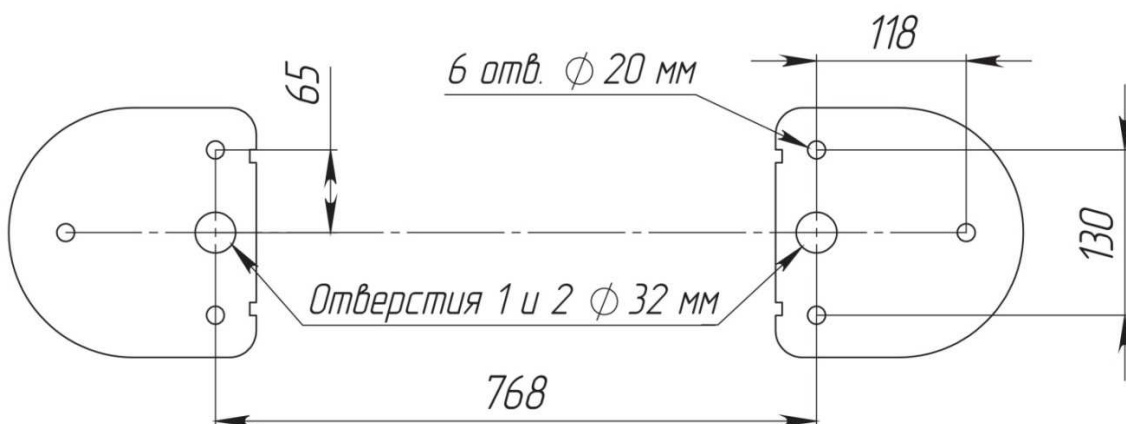
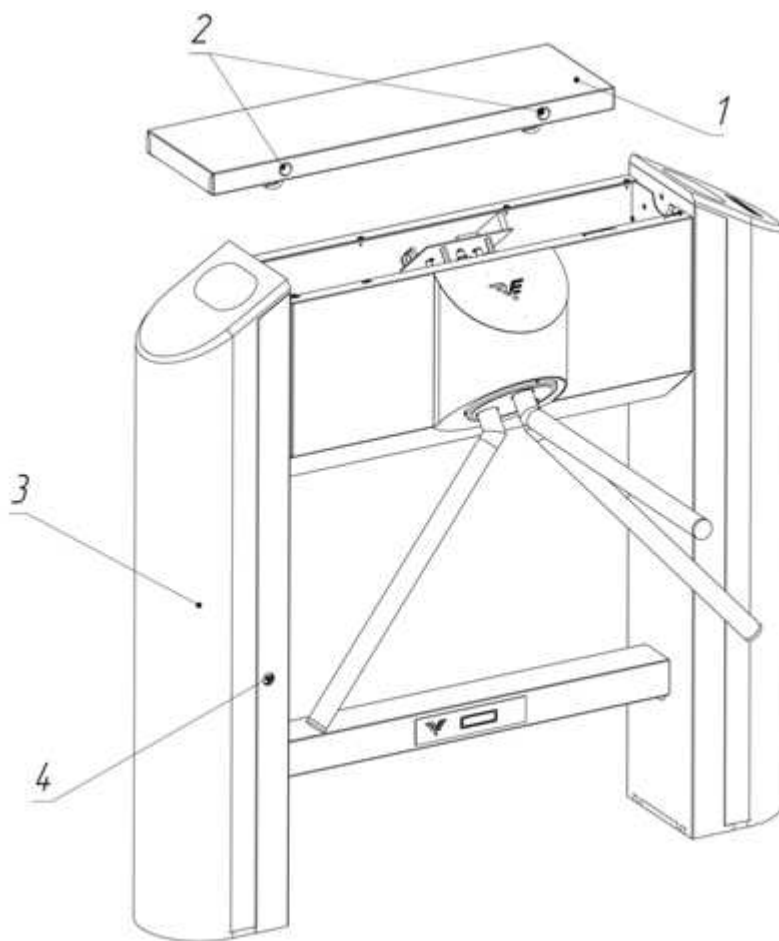
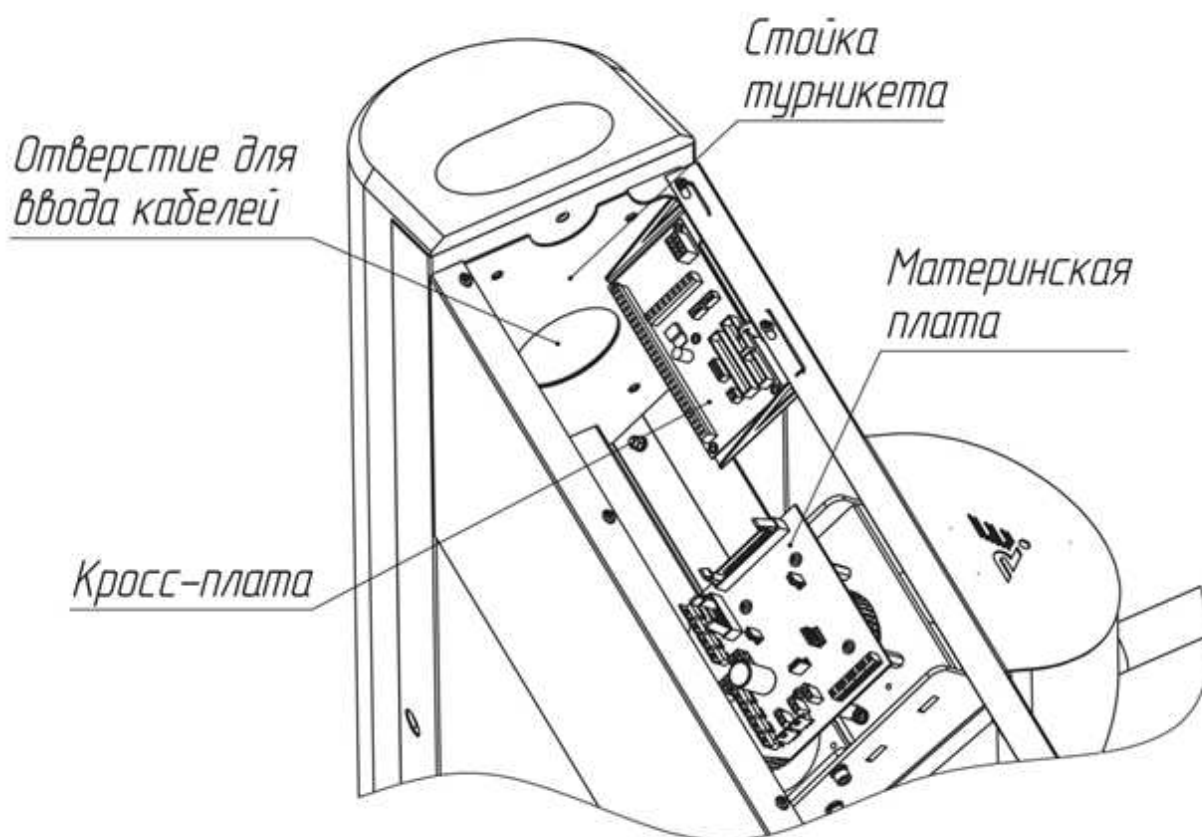
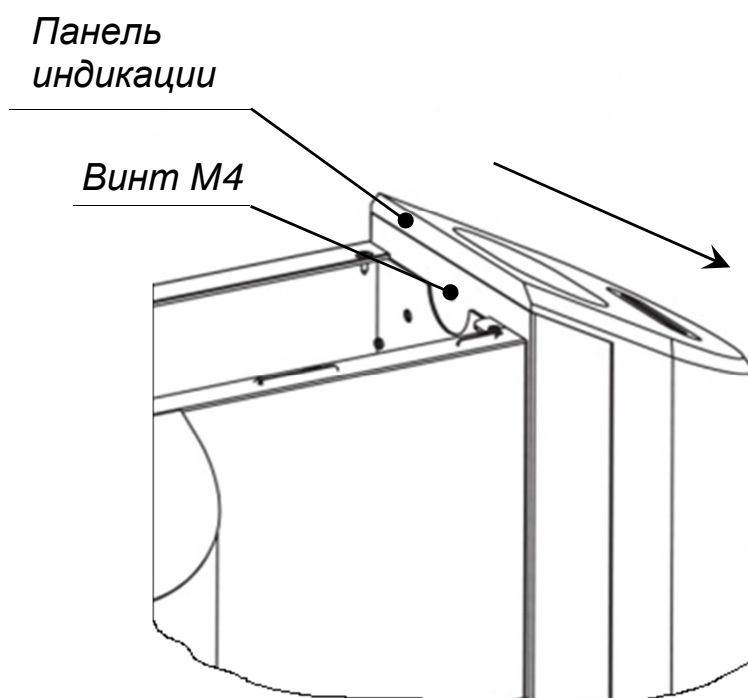

Рис. 7 Установочные размеры
Рис. 8 Подготовка к установке турникета
Рис. 9 Расположение кросс-платы на стойке турникета
Рис. 14
4.2.3. По установочным размерам (рис. 7), подготовьте 6 отверстий диаметром 20мм в полу под анкеры крепления стойки турникета. Расположение монтажных отверстий относительно внешних габаритов турникета представлено в Приложении 4. Глубина закладного отверстия должна превышать длину анкера на 5мм. Вставьте анкеры в отверстия.
4.2.4. Подводка кабелей производится через отверстие 1 или 2 (рис. 7) в нижних плитах стоек турникета.
4.2.7. Установите турникет на подготовленную площадку (рис. 7). Используя ключи, откройте замки (2, рис. 8) и снимите верхнюю крышку (1, рис. 8). Также, открыв замок стойки (4, рис. 8), откройте дверцу стойки (3, рис. 8).
4.2.8. Заведите в корпус турникета кабели от ПУ, БПи, при необходимости, кабели СКУД и ОПС. Подводка кабелей производится через отверстия 1 или 2 в нижних плитах стоек. В верхней части – через отверстие диаметром 32 мм, показанное на (рис. 7). Закрепите кабели кабельными стяжками.
Подключение БП, ПУ и СКУД осуществляется с помощью кросс-платы. Для этого необходимо снять крышку турникета(1,рис. 8), используя ключи. На рис. 9. показано расположение кросс-платы на стойке турникета.
5.5.1. Откройте верхнюю крышку турникета (1, рис. 8) и открутите винт М4 на задней стенке картоприемника (рис. 14).
5.5.2. Сдвиньте панель индикации до упора в направлении, указанном на рис. 14. Аккуратно поднимите панель.
5.5.8. АККУРАТНО(!) установите панель индикации в исходное положение. Закрутите винт М4 и установите крышку турникета(1, рис. 8).